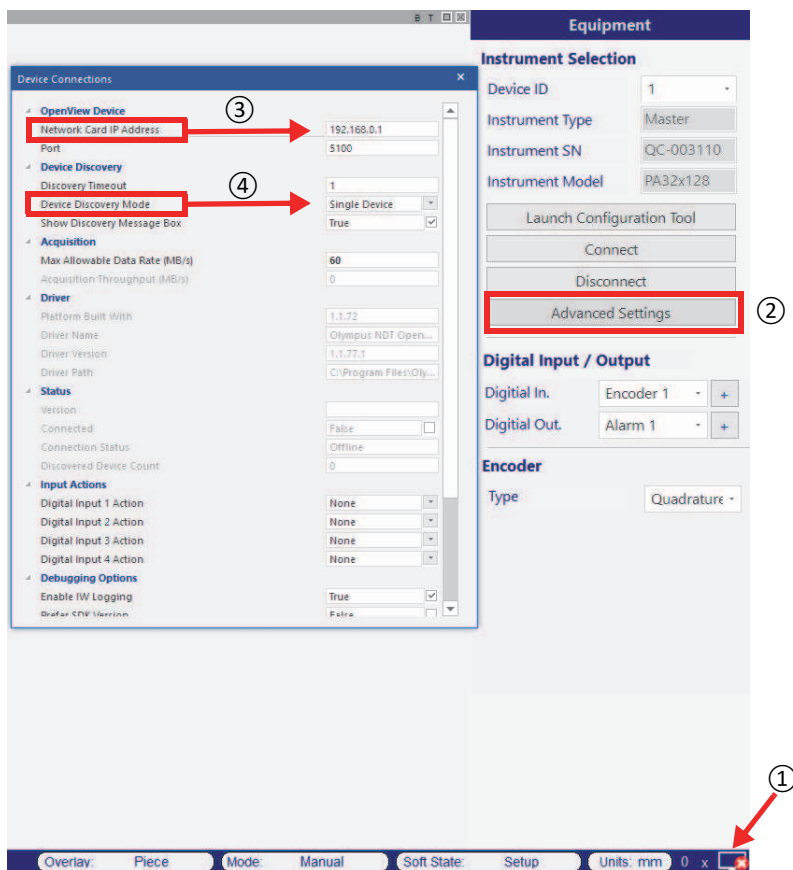

Рис. 7-4 Конфигурация в WeldSight
- f) В ПК откройте WeldSight  и дважды щелкните на значок ПК  (Рис. 7-4 на стр. 83), расположенный в правом нижнем углу экрана. Щелкните **Advanced Settings** (Расшир. настройки) и убедитесь, что: